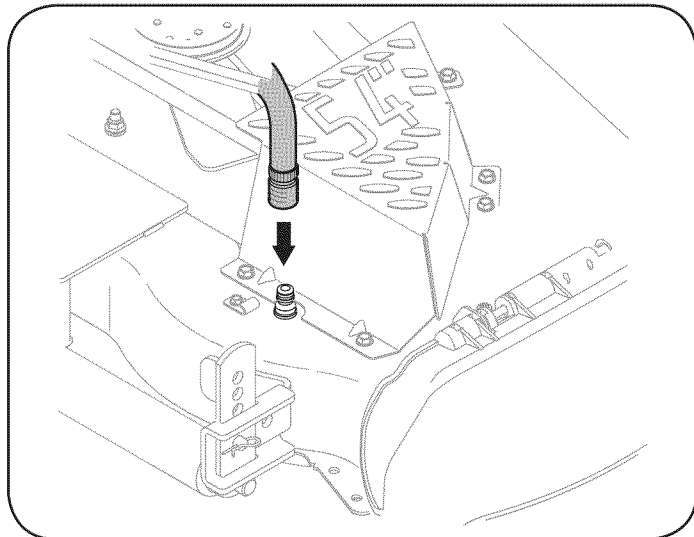

Figura 20
4. Una el acople de la manguera al puerto de agua que se encuentra en la superficie de la plataforma. Vea la Figura 20.